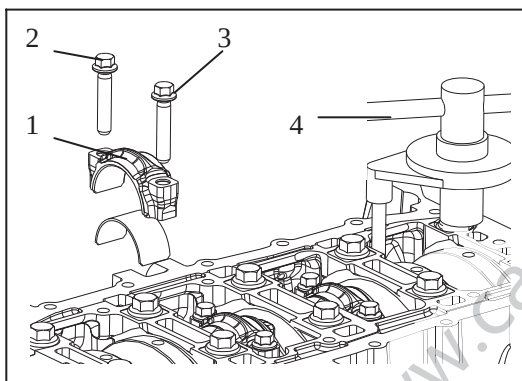

图 5-20
8.4 如图 5-20, 将连杆盖及连杆轴下瓦(1)对应复装在连杆上, 活塞位于下止点的两缸可直接用手装配, 活塞位于上止点的两缸使用专用工装进行装配(4), 用手把连杆螺栓(2、3)旋入 2 牙, 分(2-3)次紧固连杆螺栓至规定扭矩。注意连杆盖的方向, 与拆卸时一致。